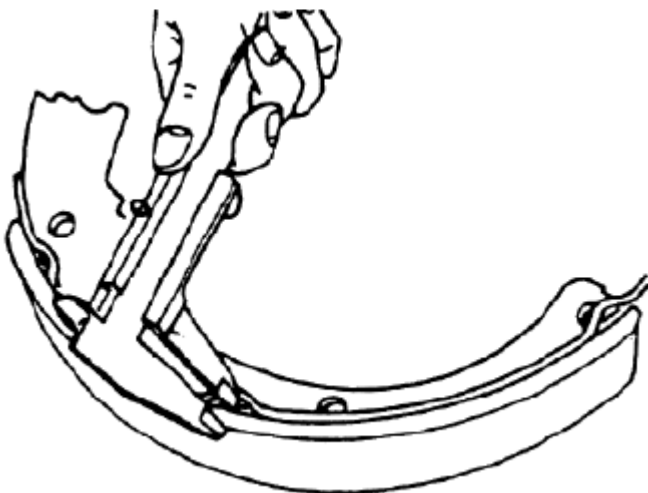

Рис. 2-18
(2) Нужно осмотреть торцевую часть поршня на предмет повреждения или деформации. При обнаружении, нужно заменить его на новый.
(3) Нужно проверить свободную длину пружины рабочего цилиндра. При неудовлетворительном результате, нужно заменить ее.
(4) Нужно проверить толщину фрикционной накладки, чтобы определить, нет ли чрезмерного износа. Если нужно, следует заменить ее (См. Рис. 2-18).